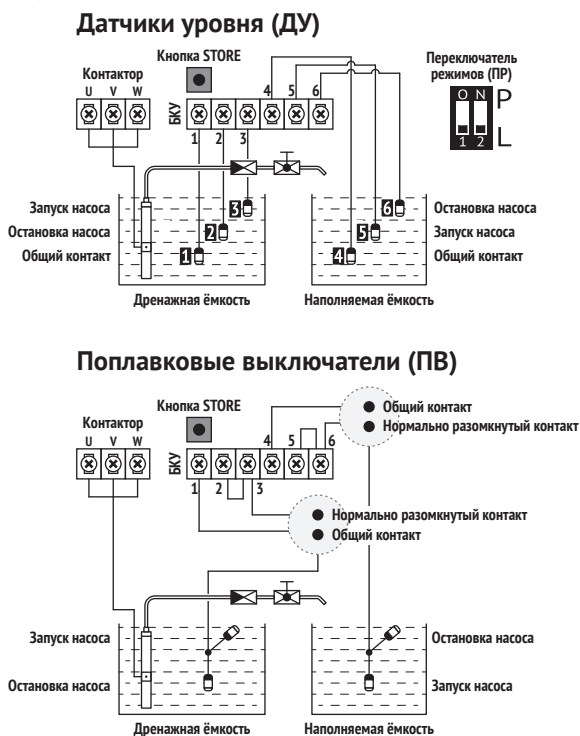

Рис. 6
- Подключите ДУ или ПВ к контактам БКУ, установите их в наполняемой и дренажной ёмкостях согласно схемам на рис. 6 (ПВ и дополнительные ДУ не входят в комплект поставки и приобретаются отдельно).
- Установите рычажки ПР в положение, показанное на рис. 6.
- Подключите ДУ или ПВ (в комплект не входят) к контактам ①, ② и ③ БКУ и установите их в дренажной ёмкости согласно схемам на рис. 6.
- При отсутствии возможности использовать в дренажной ёмкости контролируемые устройства установите переключку в контактах ①, ② и ③ БКУ (входит в комплект, закреплена в контактах БКУ). Данное решение позволяет использовать защиту насоса от «сухого хода» по току.